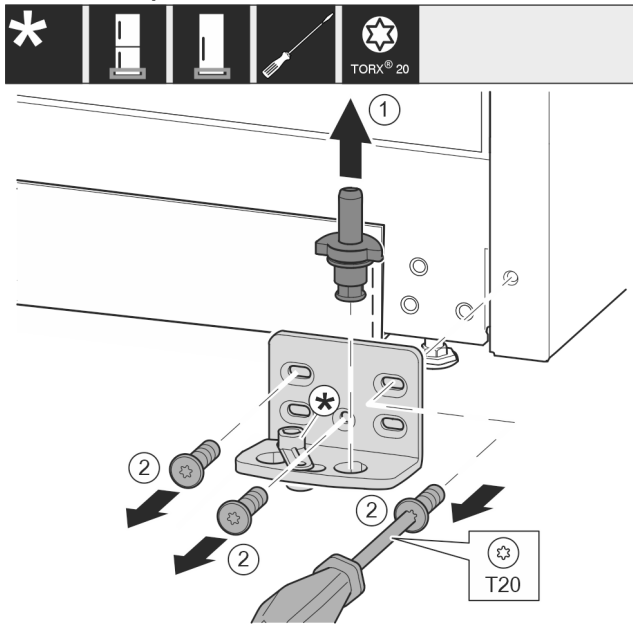

Fig. 10
- ▶ Extraiga el perno de cojinete completo hacia arriba. Fig. 10 (1)
- ▶ Desenrosque los tornillos con el destornillador T20 y retire el soporte de cojinete. Fig. 10 (2)